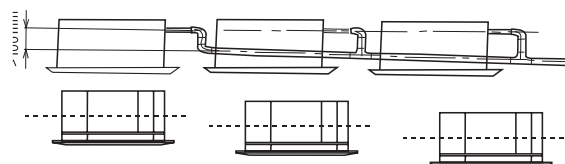

Рисунок 20 - Наклон дренажной трубки
- Дренажный трубопровод должен иметь уклон вниз не менее 1/100 (см. рисунок 20).
- При сливе нескольких блоков в общую дренажную линию общий слив должен быть установлен на расстоянии около 100 мм ниже сливного отверстия каждого узла (см. рис. 20).